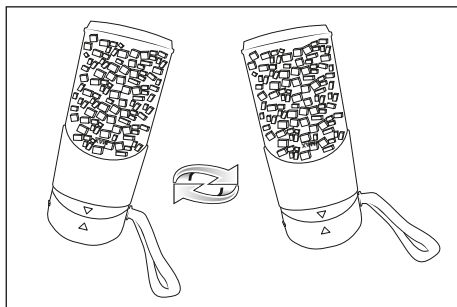

Fig. 1
- 4) Vend produktet om, så låget 1 vender nedad. For at ingredienserne bedre kan fordeles, kan du bevæge produktet, mens det blander fødevarerne. Hold produktet fast i hånden, og bevæg det fra side til side (se fig. 1). Sørg for, at låget 1 ikke løsner sig fra blenderbægeret 6.